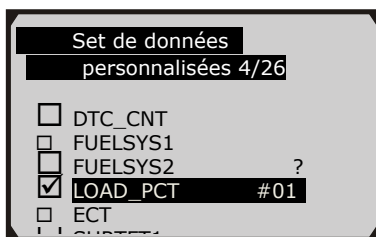

Figure 5.17
- 3) Utilisez le bouton **DROITE** Sélectionner/désélectionner les paramètres de données. Les paramètres sélectionnés sont marquées avec des carrés solides. Appuyez sur le bouton **OK** pour confirmer. (Figure 5.17)